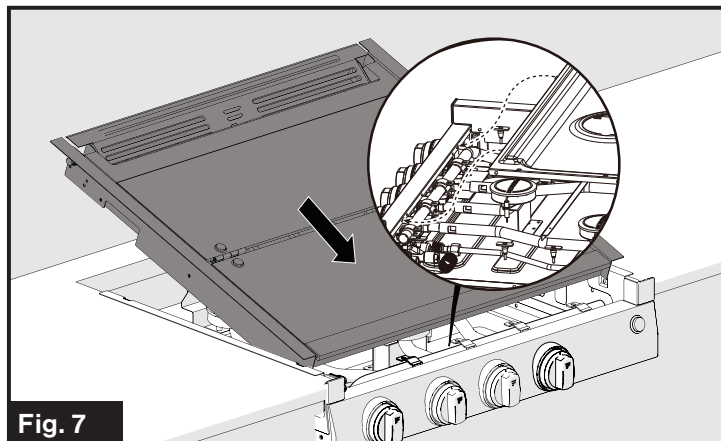

Fig. 7
1. Oriente las pestañas de instalación de la tapa superior de vidrio de forma alineada con las ranuras del anafe y colóquela sobre el anafe. (Fig. 7)